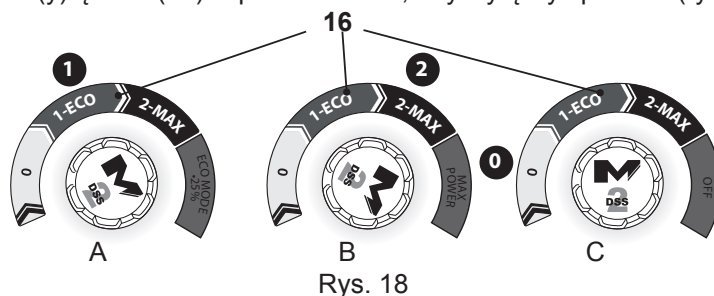

Rys. 17
1. Naciśnij przycisk zwalnający blokadę (17), aby odblokować uchwyt transportowy (1) (rys. 17, krok 1).
2. Ustaw uchwyt transportowy (1) w wymaganym położeniu (wysokim / niskim) (krok 2).